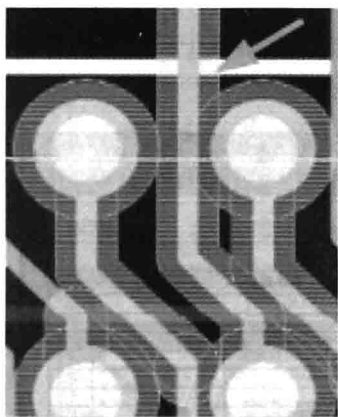
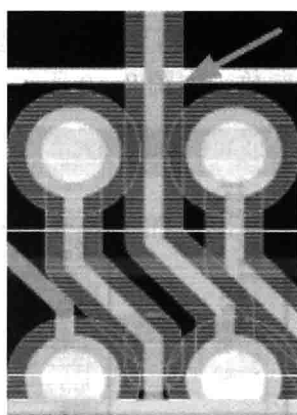

图 8-46 选择居中网络
图 8-47 居中后结果
(4) 居中: 选中需要在两个焊盘间校正的网络, 如图 8-46 所示。单击鼠标右键, 在弹出的快捷菜单中执行菜单命令【中心】。完成后如图 8-47 所示。